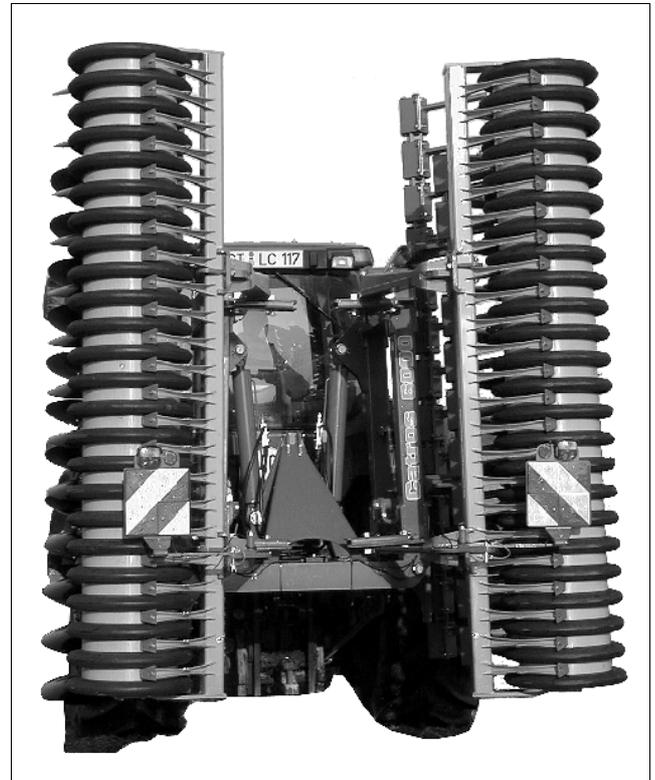

Fig. 11
- Transportbredden på 3 m må ikke overskrides! Vipp opp trommelsegmentene (Fig. 11)!
- Klapp inn utliggeren (Fig. 11) og sikre den mot utilsiktet utklapping med kuleventilen!